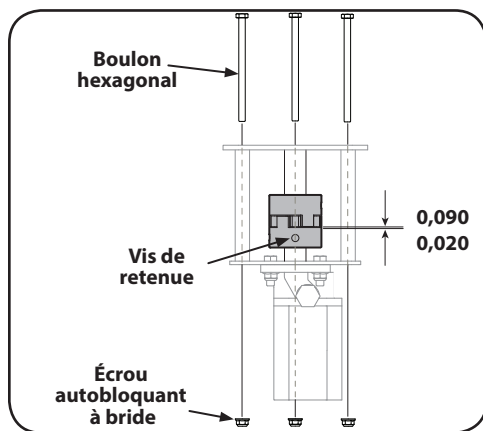

Figure 5-5
2. Enlevez les trois écrous à bride autobloquants et les trois boulons qui retiennent la pompe au boîtier du coussinet. Il y a deux écrous à bride autobloquants et deux boulons aux coins inférieurs et un écrou autobloquant ainsi qu'un boulon en haut, au milieu. Voir Figure 5-5.
11. Laissez un écart de 0,5 mm à 2,3 mm (0,020 à 0,090 po) entre le coussinet et le raccord du moteur. Pour ce faire, glissez une jauge d'épaisseur entre le coussinet et le raccord du moteur et déplacez le raccord au besoin. Installez la vis de retenue et serrez-la à un couple de 8 Nm (78 po/lb) pour la fixer au raccord de la pompe. Voir Figure 5-5.